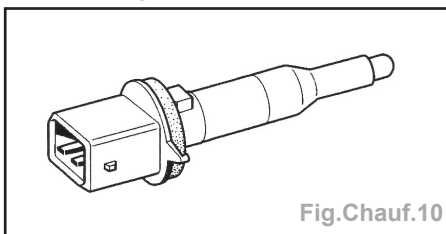

Fig.Chauf.10
- Déposer la sonde en effectuant un quart de tour (Fig.Chauf.10).